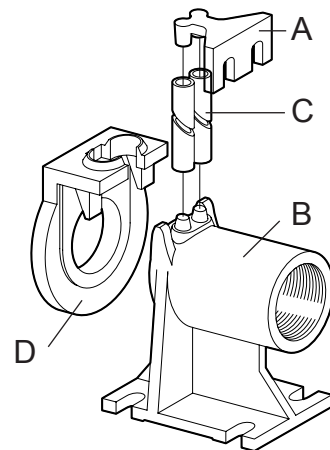

Fig. 7 Kopplingsfot
- Fäst förankringsbygeln för styrrören (fig. 7 - pos. A) i tankens kant.
- Placera stödfoten för automatisk förankring (fig. 7 - pos. B) på brunnens botten. Använd ett lod för att kontrollera att de koniska utstickerna för anslutning av styrrören är helt lodräta i förhållande till motsvarande utstick på förankringsbygeln på tankens kant. Kontrollera även planheten med hjälp av ett vattenpass.
- Märk ut läget för hålen på stödfoten. Fastställ därefter styrrörens (fig. 7 - pos. C) exakta längd.
- Montera specialflänsen (fig. 7 - pos. D) med slid och skena på pumpens utloppsrör. Haka fast vajern eller kedjan vid handtaget eller hålet upptill på pumphuset.